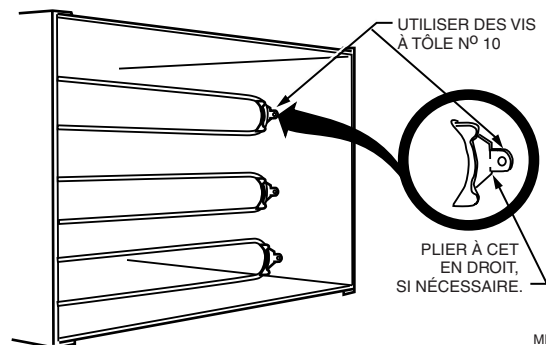

Fig. 11. Autre montage possible à l'aide d'un étrier de tube capillaire 314439.
1. Déterminer où fixer les étriers du tube capillaire sur les côtés de la gaine et marquer les trous à percer. Voir la Fig. 11.